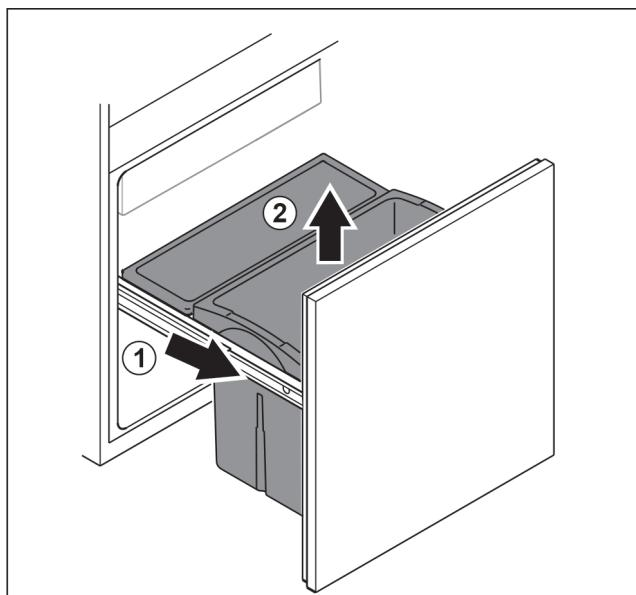

Fig. 80
- Изтеглете изтеглящата се ракла докрай. Fig. 80 (1)
- Извадете чекмеджето нагоре. Fig. 80 (2)